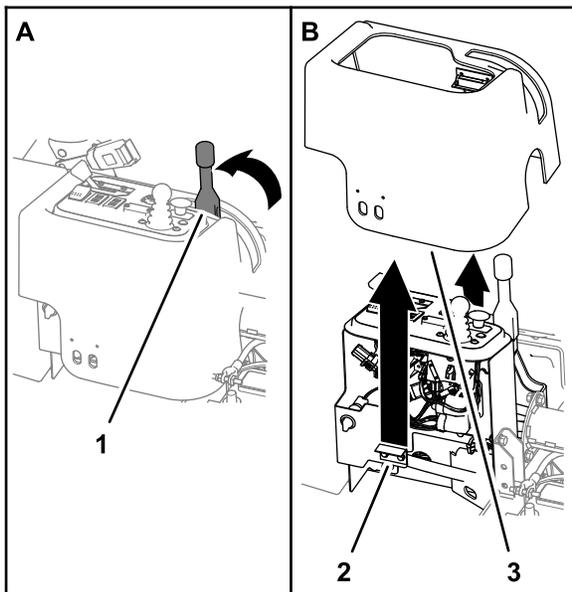

Figura 5
1. Asegúrese de que el freno de estacionamiento está accionado (Figura 5).
2. Tire hacia arriba de la cubierta de la consola para liberar el enganche magnético de la cubierta del soporte de cerradero en el soporte de la consola (Figura 5).